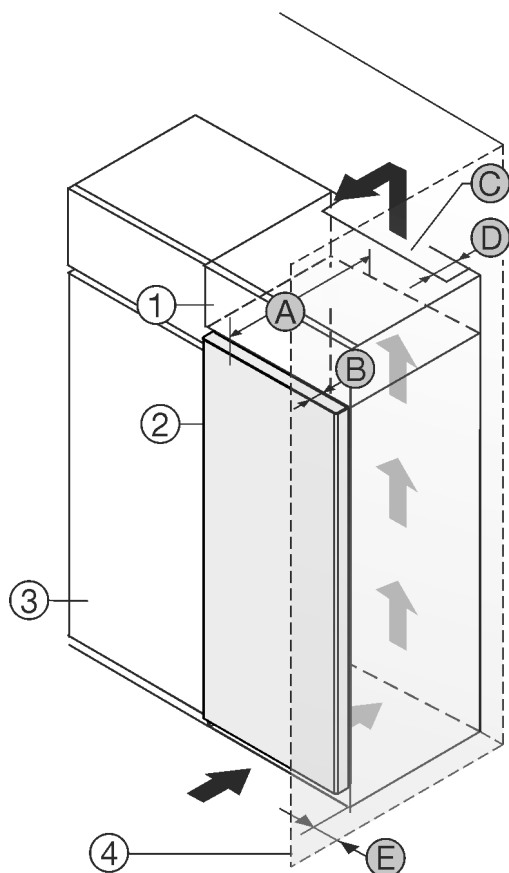

Fig. 1
Přístroj nainstalujte přímo vedle kuchyňské skříňky Fig. 1 (3).\*
Přístroj nainstalujte s odstupem 5 cm mezi přístroj a kuchyňskou skříňku Fig. 1 (3).\*
Na zadní straně nastavné skříňky musí být větrací šachta hluboká Fig. 1 (D) přes celou šířku nastavné skříňky.\*
Pod stropem místnosti musí být dodržen ventilační průřez Fig. 1 (C).\*
Když se přístroj instaluje závěsy vedle stěny Fig. 1 (4), musí být vzdálenost mezi přístrojem a stěnou minimálně 40mm. To odpovídá přesahu madla při otevřených dveřích.\*